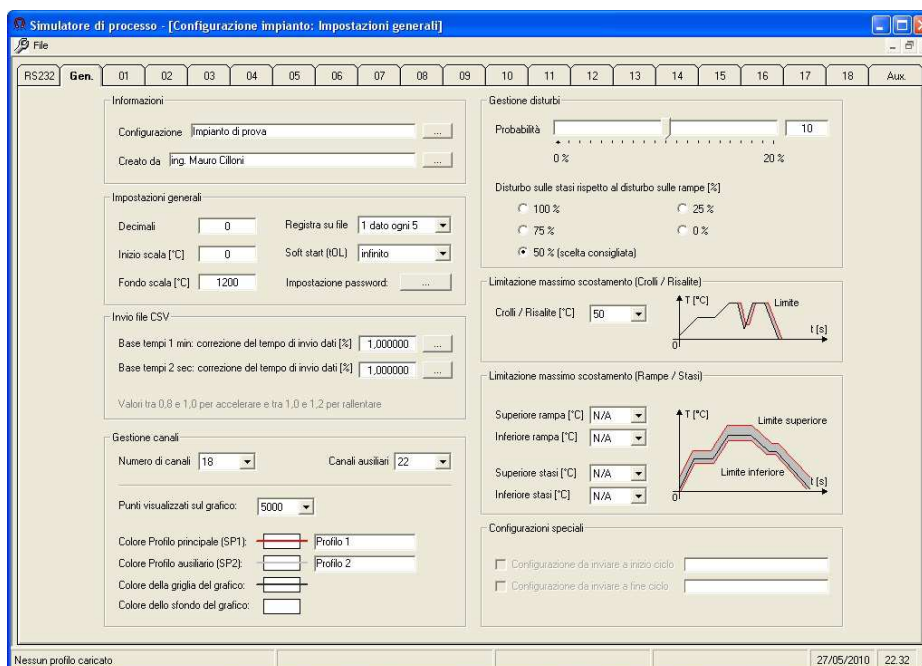

Figura 3.5 – Configurazione impianto (Impostazioni Generali)
E' possibile impostare una password di protezione per evitare la modifica accidentale dei parametri. Per inserire, eliminare o modificare la password selezionare il tasto “Impostazione password” (cfr. 3.3.2 e figura 3.5).
- **Impostazioni generali:** Inserire il numero di decimali, il valore di inizio scala e quello di fondo scala. Se si utilizza la funzione “*Invia dati a COM*” occorre che questi stessi valori siano inseriti anche nel registratore esterno. Essendo possibile salvare i dati della simulazione su di un file (con formato CSV) occorre valutare attentamente la frequenza con la quale salvare i dati al fine di evitare la generazione di file di grosse dimensioni. La casella “*Registra su file:*” permette di effettuare questa regolazione in modo estremamente semplice. Funzione “*Soft Start (tOL)*”: Se impostata a “*infinito*” per tutta la durata del ciclo verrà utilizzata la limitazione di potenza di uscita (“*OLH*”) impostata su ogni canale principale altrimenti essa verrà utilizzata solamente per il numero di passi indicati. Nell’impostare questo parametro si tenga presente che 100 passi corrispondono a circa 240 secondi sul “*profilo reale*”. E’ possibile impostare una password per proteggere i parametri di configurazione da modifiche involontarie. Per impostare, rimuovere o modificare la password selezionare “*Impostazione password*” (figura 3.5). Dopo aver inserito una password i parametri saranno visibili in sola lettura mentre; per modificarli selezionare “*Permetti modifiche*” dal menù “*Configurazioni*” che verrà visualizzato a destra del menù “*File*”. La pagina di configurazione rimarrà modificabile fino a quando non verrà selezionato il comando “*Impedisci modifiche*” dal menù “*Configurazioni*” o si termina il programma.